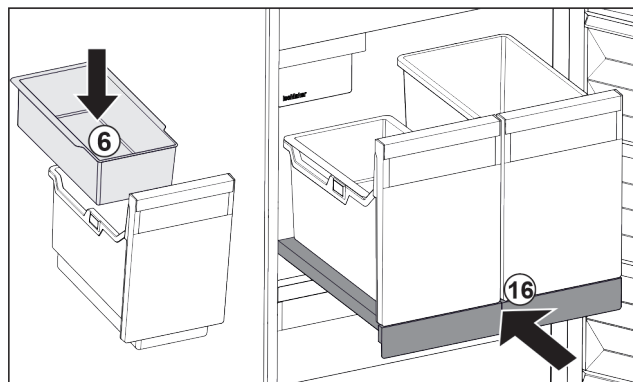

Fig. 25
- ▶ Introduceți tava suspendată Fig. 25 (6) pentru cuburi de gheață.
- ▶ Inșerați raftul extractibil cu recipientele (IceTower). Fig. 25 (16)